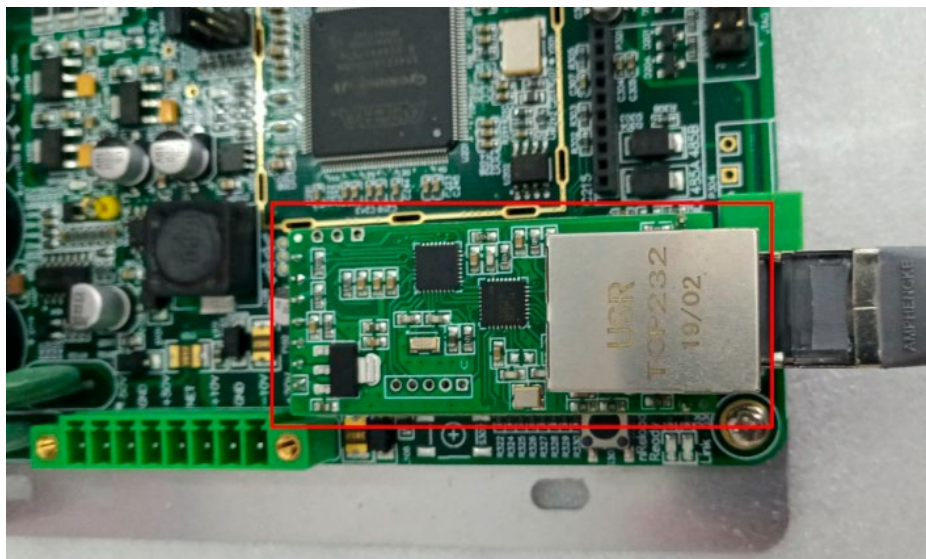

Рисунок 1-15
2. Подключите сетевой кабель к модулю TCP232, как показано на рис. 1-15, а другой конец подключите к маршрутизатору, обменнику или другому оборудованию для быстрого подключения к Интернету. Включите плату, и она работает. (TCP232 хорошо настроен на заводе, дополнительные настройки не требуются.)